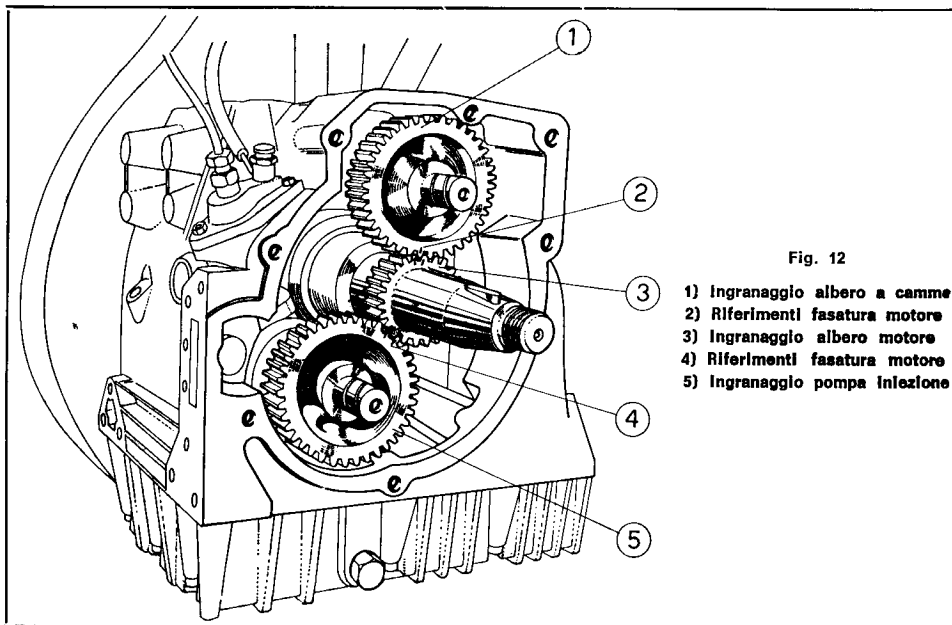

Fig. 12
Al momento di rimontare gli ingranaggi occorre verificare che l'ingranaggio con camma iniezione e l'ingranaggio albero a cammes (fig. 12 n. 5 e 1) siano fasati rispetto allo ingranaggio albero a gomito (3). Appositi segni riportati sugli ingranaggi rendono agevole il controllo della fasatura illustrata in figura.